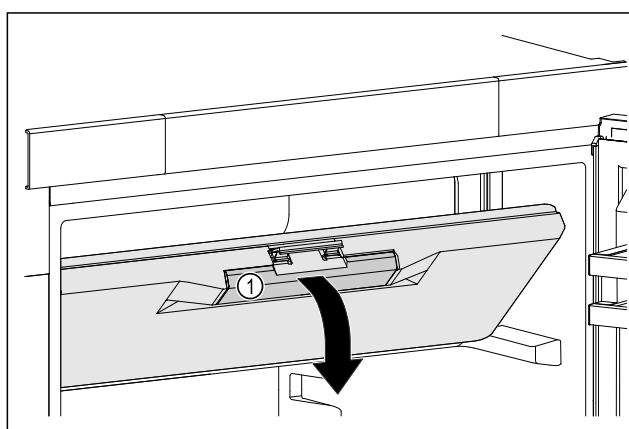

Fig. 48
- ▶ Возьмитесь за утопленную ручку Fig. 48 (1) на двери морозильного отделения.